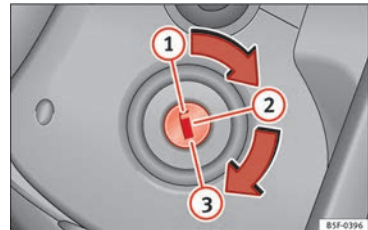

Abb. 145 Positionen des Fahrzeugschlüssels.
- Drehen Sie den Zündschlüssel auf Position   **Abb. 145**.
- Ziehen Sie den Zündschlüssel in Stellung   **Abb. 145** ab .